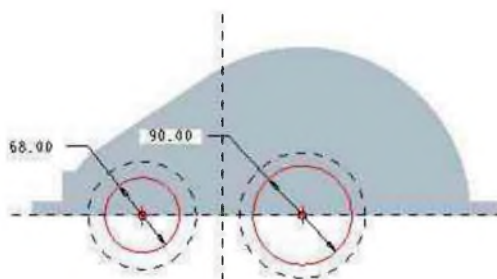

图 2-29
3) 绘制如图 2-29 所示的草绘截面，单击“草绘器”工具栏中的按钮退出草绘模式